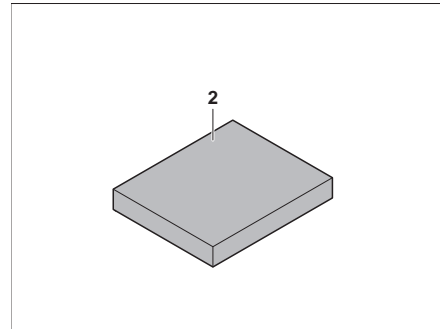

Bild 133 Extradyna
- Lägg extradynan (Bild 133,2) i mitten på bordet.